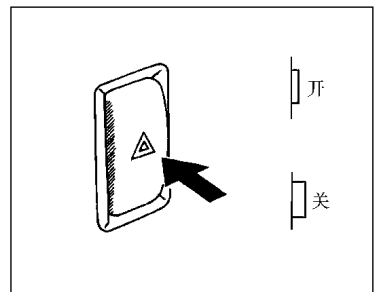

图 1-21 紧急危险警报灯开关
(7) 紧急危险警报灯开关，如图 1-21 所示。按此开关，开紧急危险警报灯。不论发动机起动与否，均可开紧急闪光警告灯，此时全部转向信号灯都会闪光。此灯亮后，转向信号灯不起转向作用。